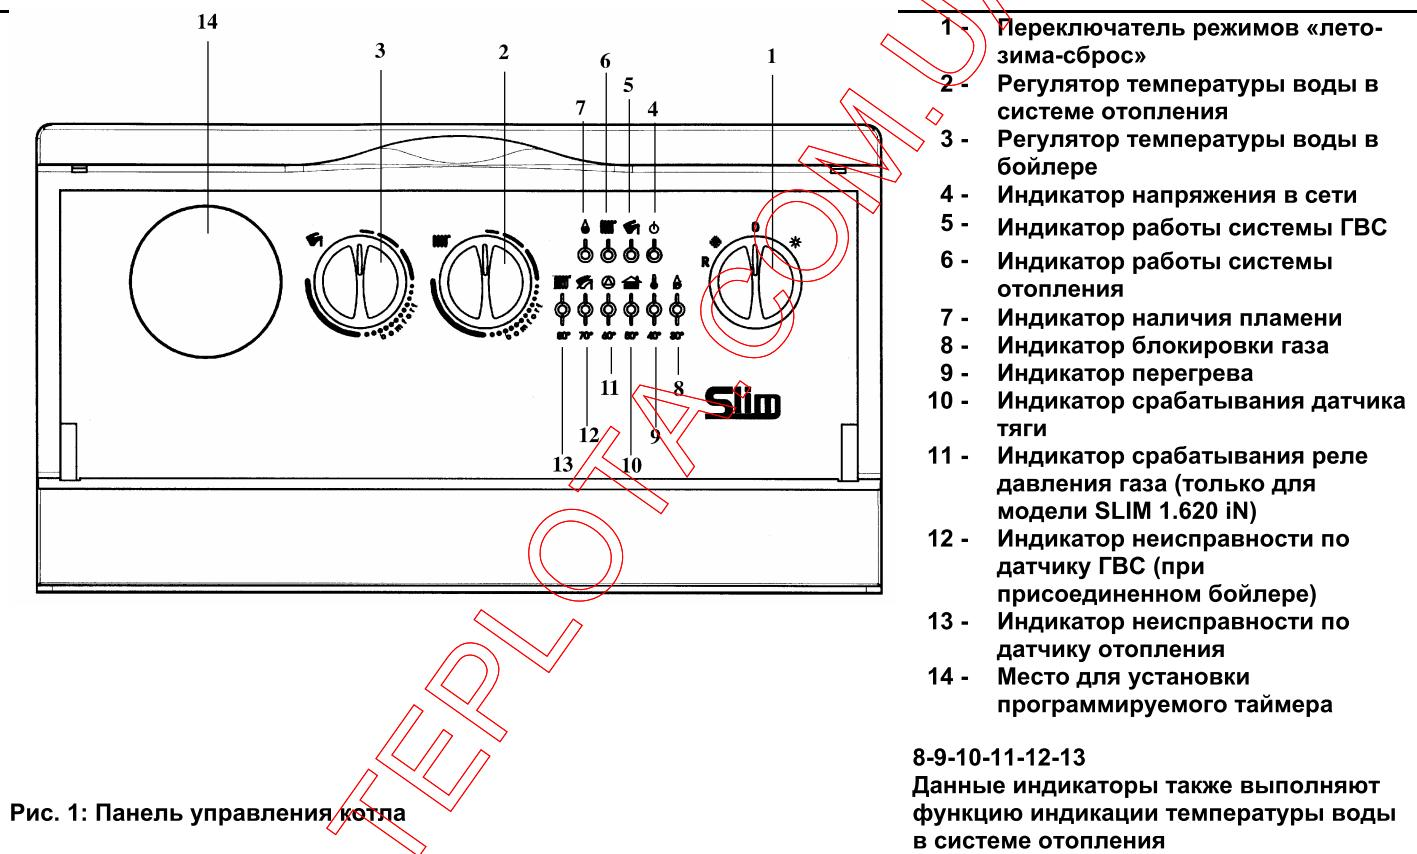

Рис. 1: Панель управления котла
- установить переключатель режимов «лето - зима» (рис. 1, позиция 1) в режим «зима» \*
- установить регулятор температуры воды в системе отопления (рис. 1, позиция 2) на нужное значение.
**Важная информация:** при переключателе режимов «лето - зима» (рис. 1, позиция 1), установленном в положении «зима» , перед каждым очередным включением котла по сигналу регулятора системы отопления установлена задержка на несколько минут (для того чтобы избежать частых включений/выключений). Для того чтобы горелка включилась сразу, переведите переключатель в положение (0), а затем снова установите режим «зима».
**Внимание!** При первом включении внутри трубы подачи газа могут образоваться воздушные пробки. В таких случаях горелка не будет включаться и произойдет блокировка котла по газу (загорается красная лампочка блокировки котла - рис. 1, позиция 8). При возникновении данной проблемы повторите процесс включения котла до поступления газа в горелку, кратковременно установив перед включением переключатель режимов (рис. 1, позиция 1) в положение R (сброс).
Регулятор температуры воды в бойлере (рис. 1, поз. 3) может использоваться только при наличии накопительного бойлера. В этом случае возможно отрегулировать температуру воды контура ГВС, установив регулятор на нужное значение.
Приоритет ГВС можно отключить установив регулятор (рис. 1, поз. 3) на минимальное значение в соответствии с функцией защиты от замерзания воды в бойлере.
Данное устройство может быть снабжено комнатным термостатом для контроля температуры отапливаемого помещения. В этом случае регулятор температуры воды в системе отопления (рис.1, поз. 2) устанавливается в максимальное положение, а сигналы на включение и выключение котла поступают от комнатного термостата. При отсутствии комнатного термостата температура помещения регулируется косвенным образом при помощи регулятора температуры воды в системе отопления (рис.1, поз. 2); при таких условиях насос системы отопления работает постоянно. Для увеличения температуры повернуть регулятор по часовой стрелке, для уменьшения - против часовой стрелки.
- Установить переключатель режимов (рис. 1, поз. 1) в положение (0), проследив, чтобы лампочка-индикатор (рис. 1, позиция 4) погасла; таким образом, прекращается подача электричества на котел.
- переключатель режимов (рис.1, позиция 1) не установлен в положение (0);